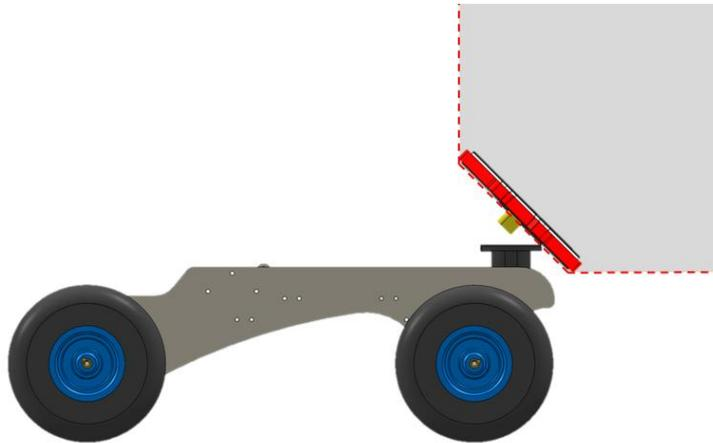

图 4-2 生命柱上下沿范围内无遮挡示意图
(2) 生命柱遮挡限制： 在比赛的任何时刻，攻击机构、车轮或其他执行机构不得进入己方机器人生命柱外框及延长线范围区域（即不得对生命柱构成任何形式的遮挡）。如图 4-2 所示，红色虚线内灰色部分不得有机器人机构遮挡（该灰色区域在垂直于纸面方向上无限延伸）。